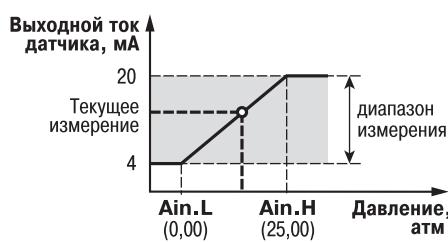

Рис. 4. Пример задания диапазона измерения активного датчика
**Пример.** При использовании датчика с выходным током 4...20 мА, контролирующем давление в диапазоне 0...25 атм., в параметре **Ain.L** задается значение 00,00, а в параметре **Ain.H** – значение 25,00 (см. рис. 4).